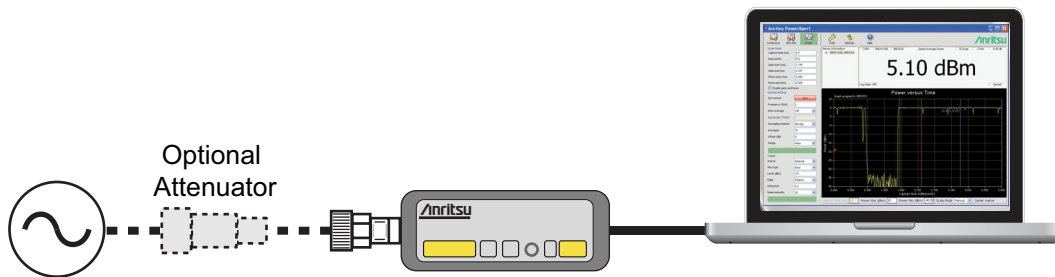

図 11-2. 測定設定
- 図 11-2 に示すとおり、センサをコンピュータまたはアンリツ Master™ シリーズ計測器に接続します。